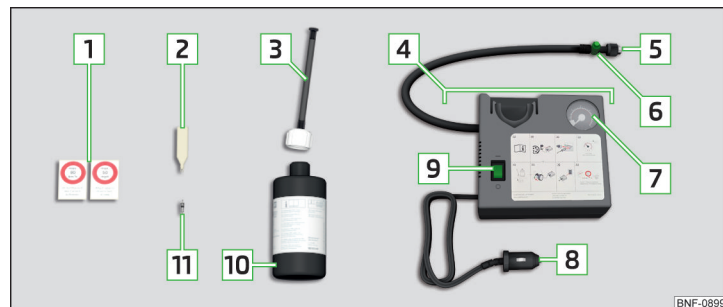

Fig. 342 Descripción del kit de averías
- Introducir el atornillador de inserto de válvula [2] » fig. 342 de la pág. 314 sobre el inserto de válvula de la manera que el inserto de válvula cabe en la ranura del atornillador de inserto de válvula.
- Enrosque fija la manguera de llenado del neumático [7] » fig. 342 de la pág. 314 sobre la válvula del neumático.